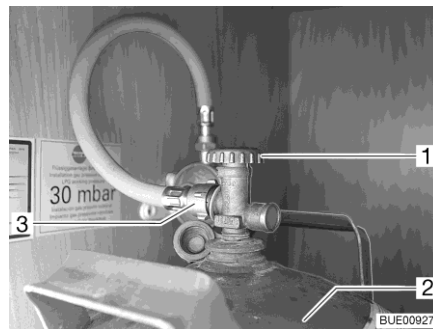

Bild 186 Gaskasten
- Haupt-Absperrventil (Bild 186,1) an Gasflasche (Bild 186,2) schließen. Pfeilrichtung beachten.
- Gasschlauch (Bild 186,3) von Gasflasche abschrauben.